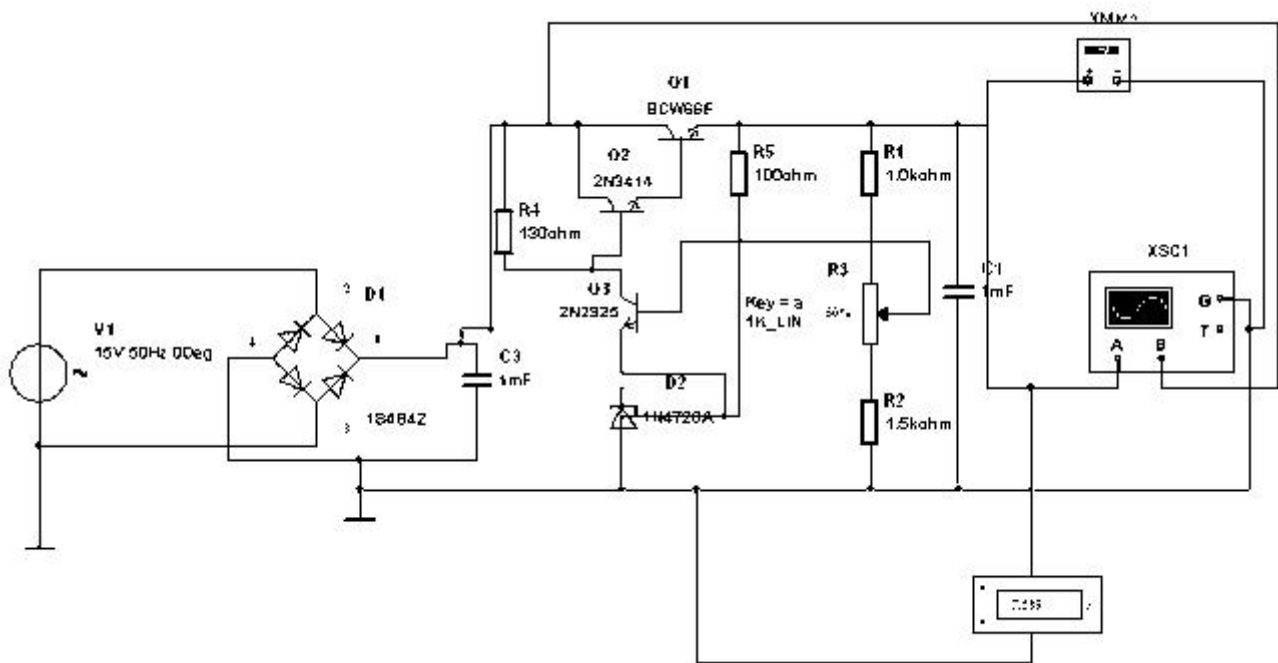

Рис. 5.4
- 4.7. Загрузить схему исследования источника питания постоянного тока с компенсационным стабилизатором <ЛР№5 2.msm>, показанную на рис. 5.4.